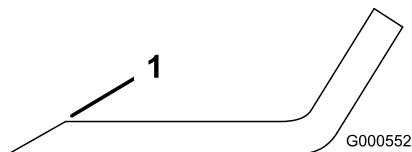

Figure 97
1. Au moyen d'une lime, aiguissez les tranchants aux deux extrémités de la lame (Figure 97).
Remarque: Si la lame est déséquilibrée, limez un peu l'extrémité de l'ailette seulement (Figure 97).